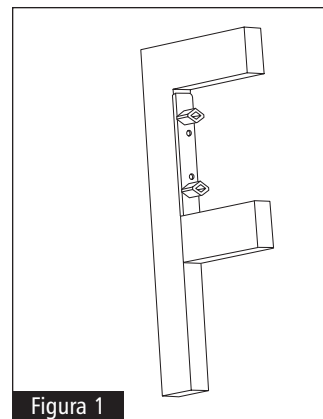

Figura 1
- 1** Ubique el extremo macho del sujetador DDF en el marco tal como se muestra. Coloque la parte contra la horizontal inferior con el borde de esta parte sobrepuesta al borde frontal del marco. Perfore orificios piloto de 3/32" de diámetro, y 3/8" de profundidad. Sujete cada parte con 2 de los tornillos que se incluyen. Vea la figura 1.